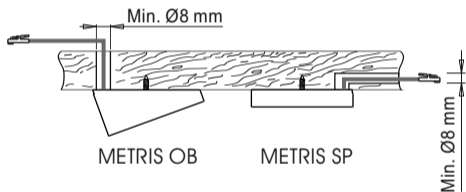

Fig 6
- If necessary, bore a $\varnothing \geq 8$ mm exit hole for the power supply cable as illustrated in figure 6.
- Für den Austritt des Netzkabels ggf. eine Bohrung mit $\varnothing \geq$ 8 mm ausführen (siehe Abb. 6).
- Si besoin, pratiquer pour la sortie du câble d'alimentation un trou de $\varnothing \geq 8\text{mm}$, comme indiqué sur la figure 6.